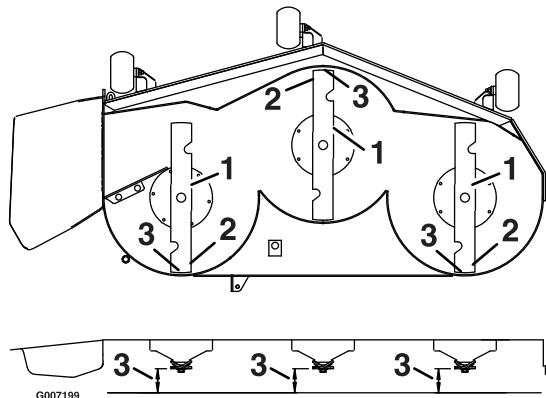

Figura 70
3. Gire cuidadosamente las cuchillas colocándolas en el sentido de avance de la máquina (Figura 70).
4. Mida entre la punta de la cuchilla delantera y la superficie plana y entre la punta de la cuchilla trasera y la superficie plana (Figura 70). Si la punta de la cuchilla delantera no está entre 1,6 y 7,9 mm más baja que la punta de la cuchilla trasera, vaya al procedimiento Nivelación de la carcasa de corte.